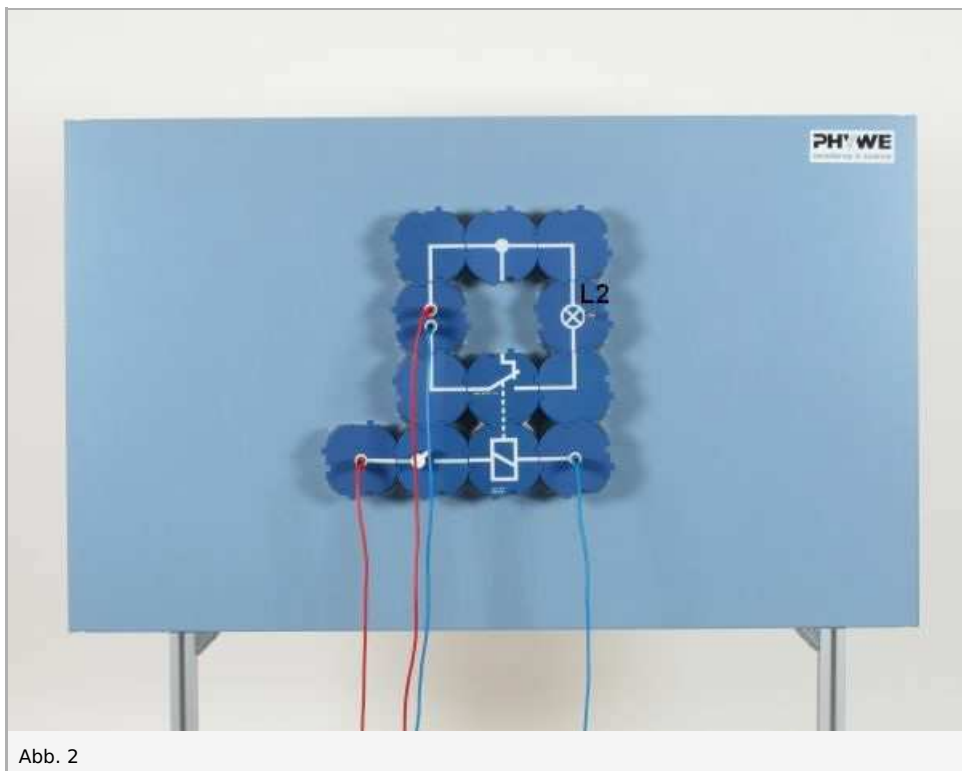

Abb. 2
- Arbeitsstromkreis 1 durch Entfernen der Glühlampe L1 unterbrechen und den Arbeitsstromkreis 2 mit der Glühlampe L2 aufbauen (vgl. Abb. 2)